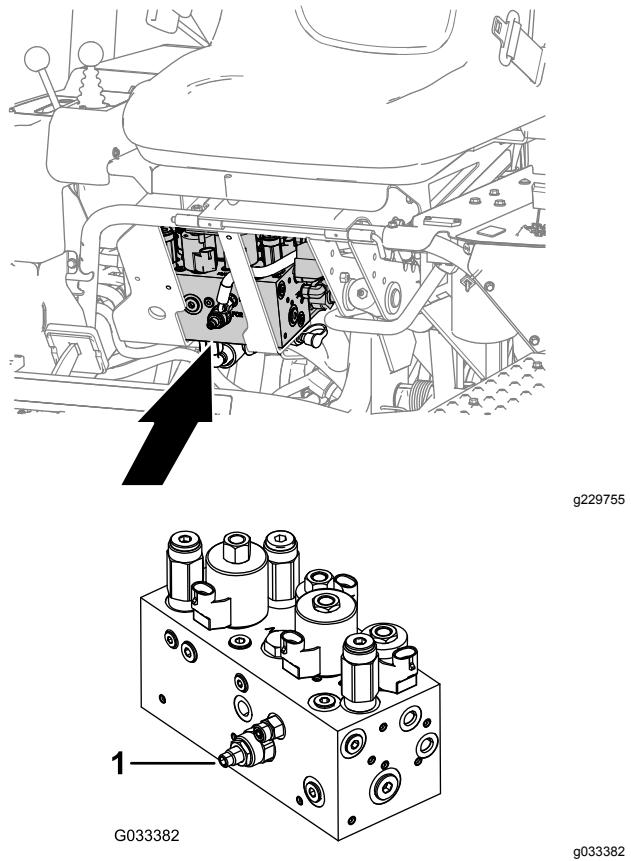

Figura 45
O circuito de elevação/descida da unidade de corte está equipado com uma válvula de regulador de caudal (Figura 45). Esta válvula é previamente configurada pelo fabricante, encontrando-se cerca de 3 voltas aberta, mas por vezes é necessário efetuar ajustes de modo a compensar diferenças na temperatura do óleo hidráulico, nas velocidades de corte, etc.
1. Localize a válvula de controlo do fluxo debaixo do banco Figura 45